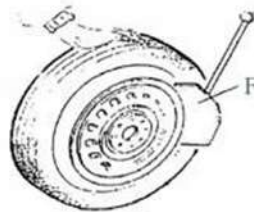

Fig 5
Para garantir a completa remoção do ar do pneu, coloque o pneu contra o amortecedor de borracha (S). Coloque a pá (F) contra o talão a cerca de 10 mm da borda do aro, conforme mostrado na Fig. 5. Pressione o Pedal do Descolador (U) para empurrar a pá para dentro do pneu.